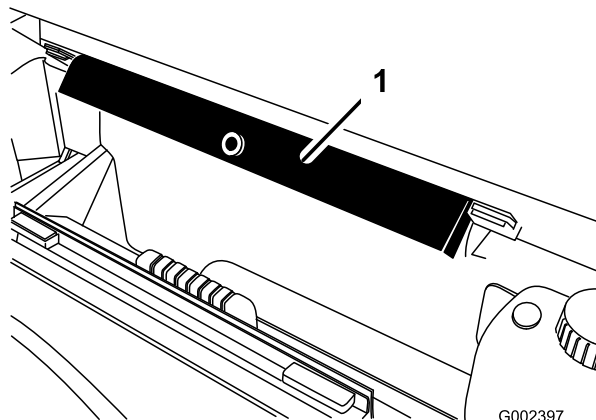

Bild 88
7. Nehmen Sie die Ladepritschenstütze aus den Einlagerungshalterungen hinten an der Überrollschutzplatte (Bild 88).